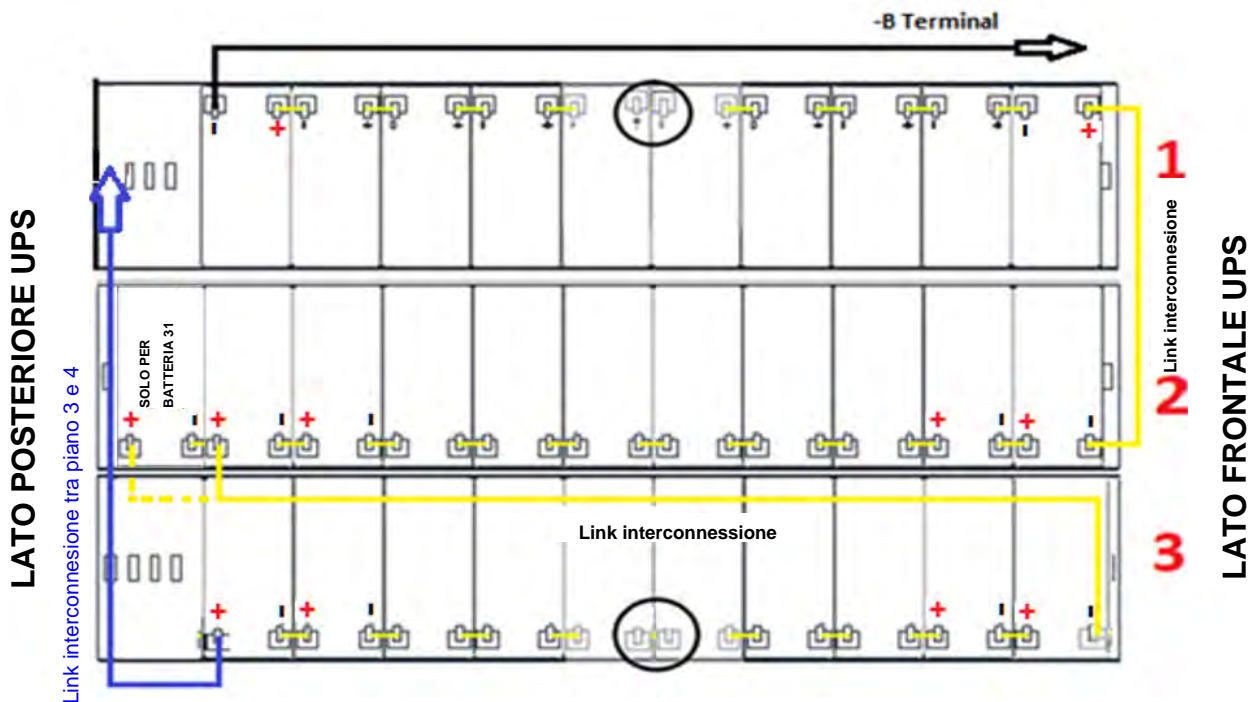

Figura 13 - Vista dall'alto Piano N°1 con connessioni batterie
6) Cablare il piano n°1 come indicato nella figura 13. **Lasciare scollegati i ponticelli cerchiati.**